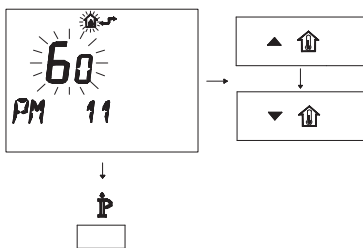

Figura 5.45
- Per modificare il SET programmato agire sui pulsanti o e aspettare che il numero programmato cominci a lampeggiare (Figura 5.45). Ogni passo incrementato o decrementato corrisponde a 1 secondi.